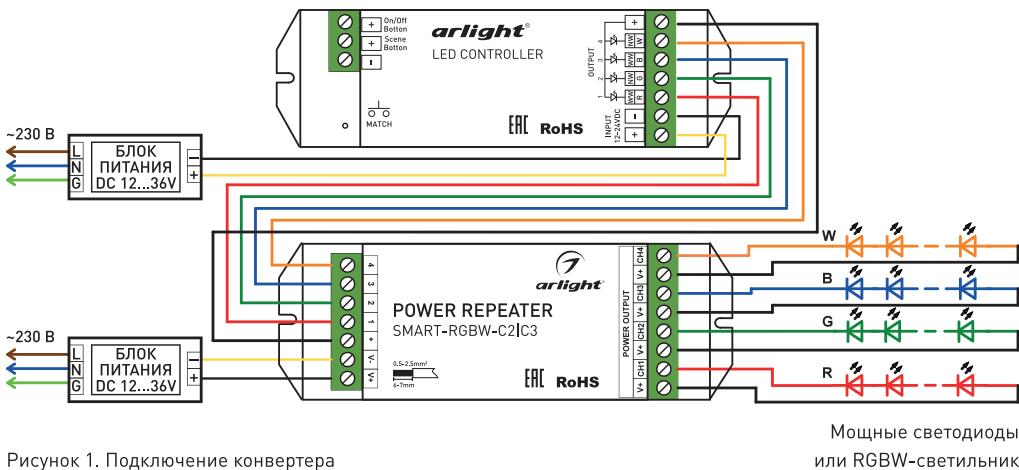

Рисунок 1. Подключение конвертера
3.3. Согласно схеме (Рисунок 1), подключите токовый источник света к выходу **POWER OUTPUT** конвертера.